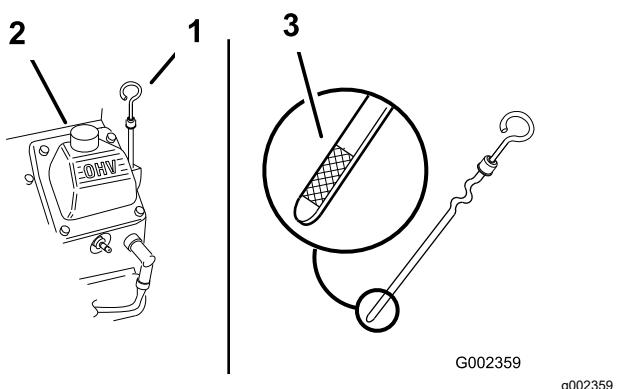

Рисунок 160
3. Очистите место вокруг крышки маслозаливной горловины и масломерного щупа (Рисунок 160).